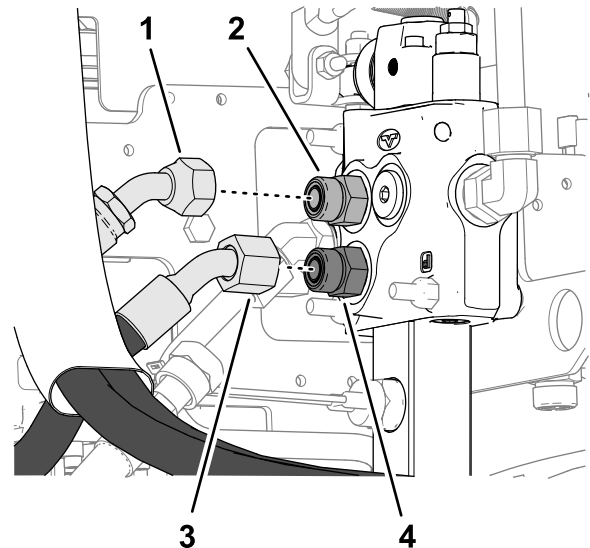

Figura 24
1. Monte la manguera de carga superior con la marca "Puerto B" en el acoplamiento de la válvula auxiliar superior (Figura 24).